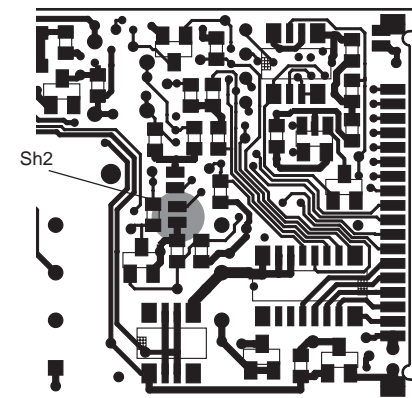

Fig.9
- 5) Solder the Sh2 pads (See Fig. 9).